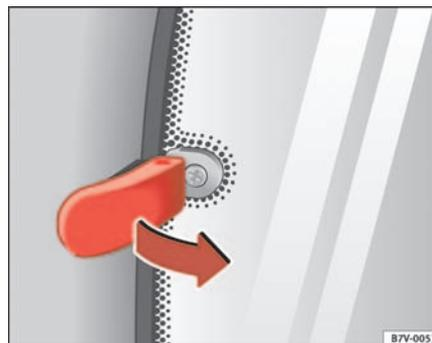

Abb. 65 Verriegelungshebel für mechanisches Ausstellfenster
- Ziehen Sie den Verriegelungshebel ⇒ Abb. 65 in Pfeilrichtung nach vorne und drücken Sie ihn gleichzeitig nach außen bis der Hebel einrastet.